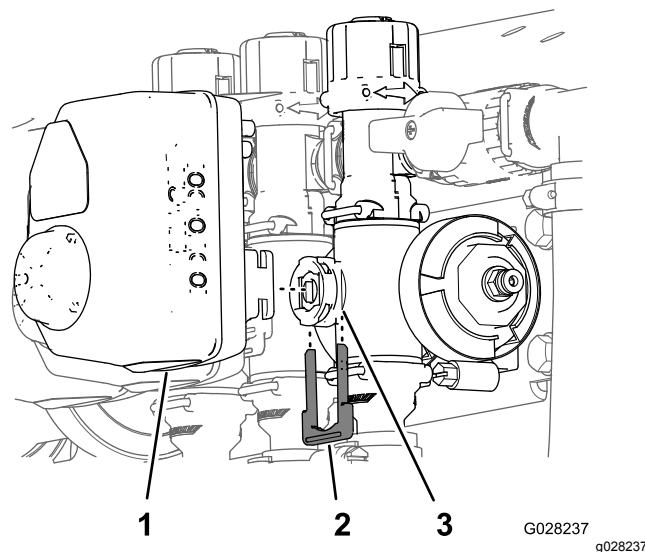

Figura 61
3. Retire o retentor que fixa o acionador à válvula do coletor para a válvula de controlo de aplicação, agitação, mestre ou válvula da secção (Figura 61).